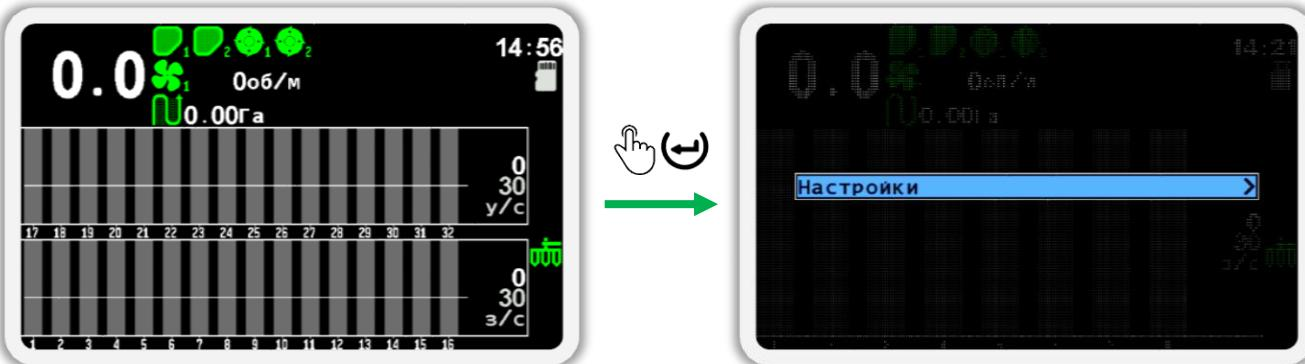

Рисунок 26
- На главном экране нажмите кнопку  «Меню». В результате на экране будет показано меню главного экрана с единственным пунктом -  «Настройки» (см. Рисунок 26).